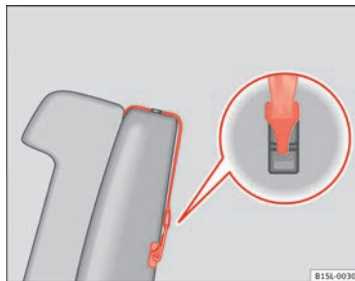

Fig. 54 Exemplo de um cinto de fixação superior encaixado.
- Enganche o cinto de fixação superior no porta-bagagens, no respectivo anel de fixação ⇒ Fig. 54.